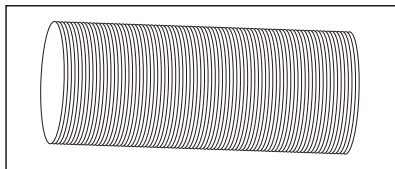

Fig. 3
1. Estrarre il tubo flessibile di scarico dalla confezione. (Fig.3).